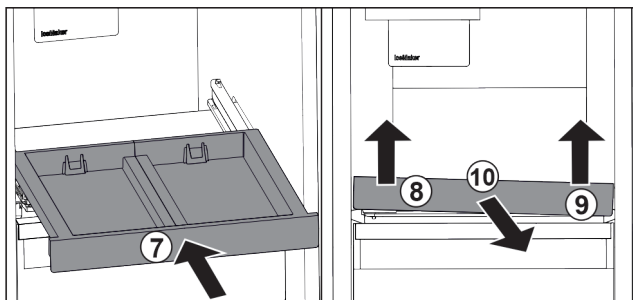

Fig. 91
- ▶ Wsunąć wysuwaną półkę. Fig. 91 (7)
- ▶ Unieść wysuwaną półkę z przodu po lewej. Fig. 91 (8)
- ▶ Unieść wysuwaną półkę z przodu po prawej. Fig. 91 (9)
- ▶ Wyjąć wysuwaną półkę do przodu. Fig. 91 (10)